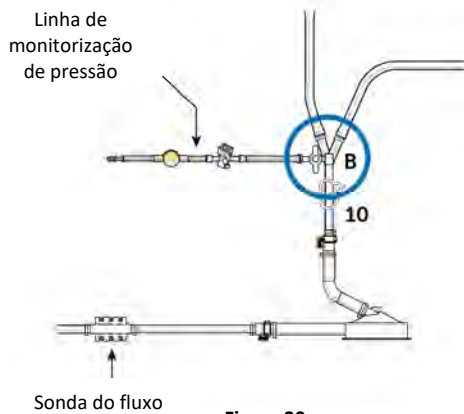

Figura 20
- (a) Ligue a linha de monitorização da pressão pré-bomba (para medir a pressão negativa – aspiração da bomba) à torneira “B” e encha, ver Figura 20.